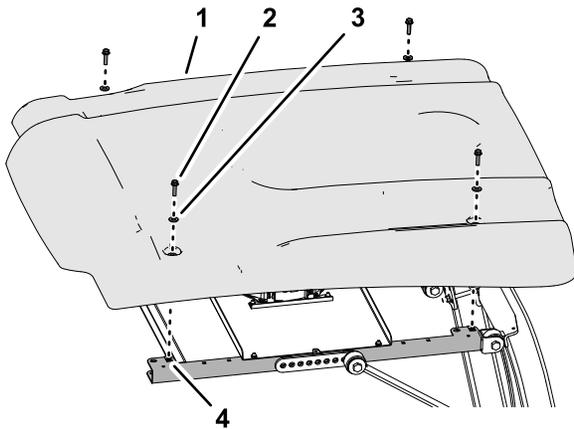

Bild 14
2. Montieren Sie das Sonnendach mit den vier Bundkopfschrauben (5/16" x 1 1/4") und den vier Scheiben (5/16"), die Sie in 2 Entfernen des Sonnendachs \(Seite 2\) entfernt haben, an den Rahmenkanälen (Bild 14).